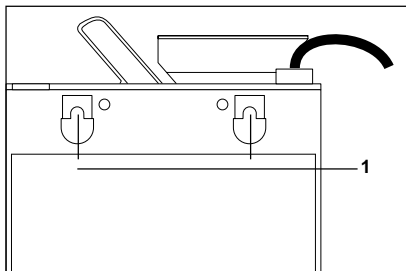

Abb. 4a: Geldwechsler in Automat einhängen
2. Geldwechsler an den drei vorgesehenen Befestigungslöchern in der Rückwand (oben zwei **1** und unten eins) in den Automaten einhängen (s. Abb. 4a).